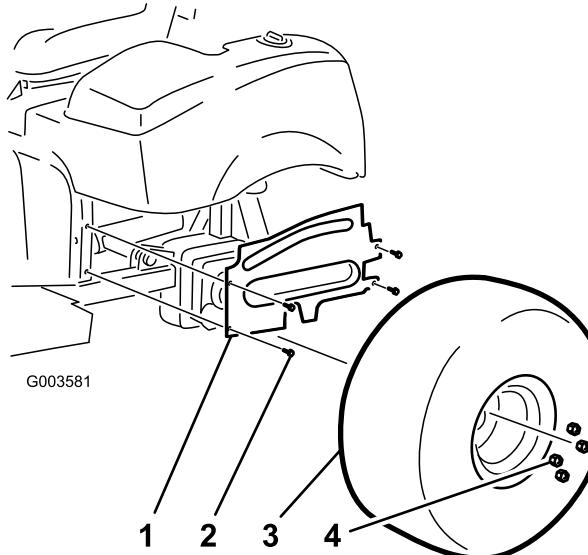

Figure 38
9. Remettez les 4 vis à embase qui fixent la tôle de protection de roue gauche au cadre (Figure 38).
10. Reposez la roue arrière gauche (Figure 38).